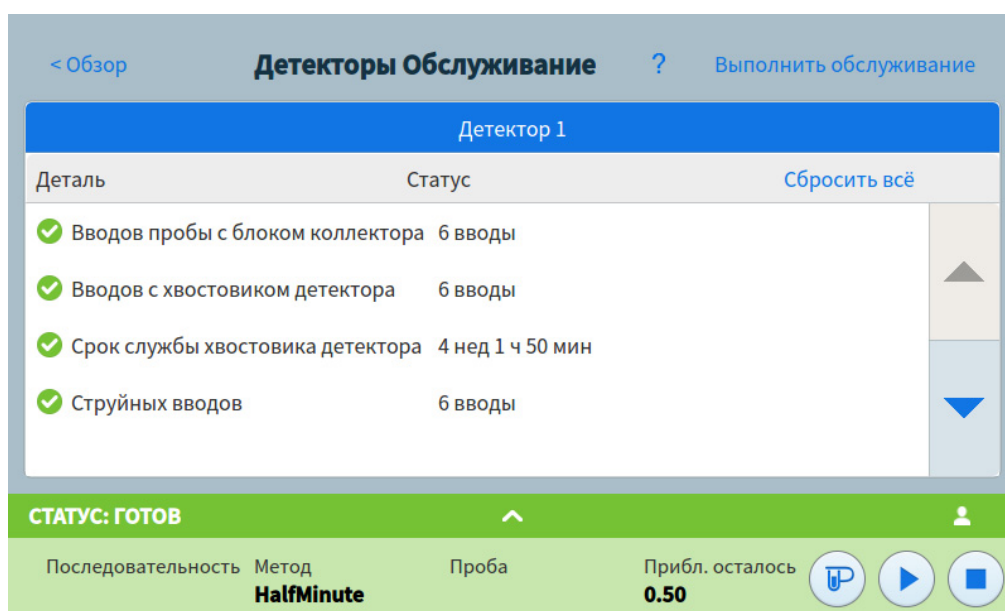

Рис. 30 Страница обслуживания детектора
- 2 Нажмите на необходимый тип компонентов на сенсорном экране ГХ. Появится соответствующая страница обслуживания. В столбце «Состояние» будут перечислены счетчики, относящиеся к данному компоненту. См. Рис. 30.